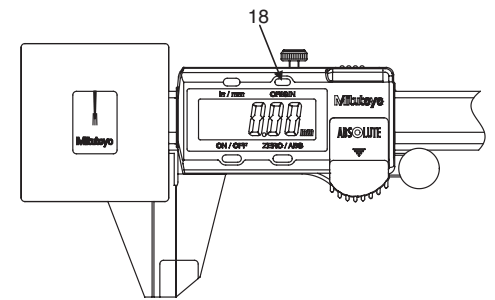

Fig.2
- 3) スライダを送り、スライダジョウおよび本尺ジョウを合わせて、定圧装置の指針が中央指示線と合致した状態で、18.ORIGIN スイッチを先の細い棒などで1秒以上押し続けて下さい。「0.00」と表示され、ORIGIN (原点) が設定されます。(Fig.2)
- 3) Den Schieber bewegen und die beiden Messschenkel ausrichten. Sicherstellen, dass sich der Zeiger der Vorrichtung für konstante Messkraft an der Mittellinie positioniert. Mit einem Stift die Taste ORIGIN (18) länger als 1 Sekunde drücken. Der Wert "0.00" wird angezeigt und der Nullpunkt wird gesetzt. (Abb. 2)